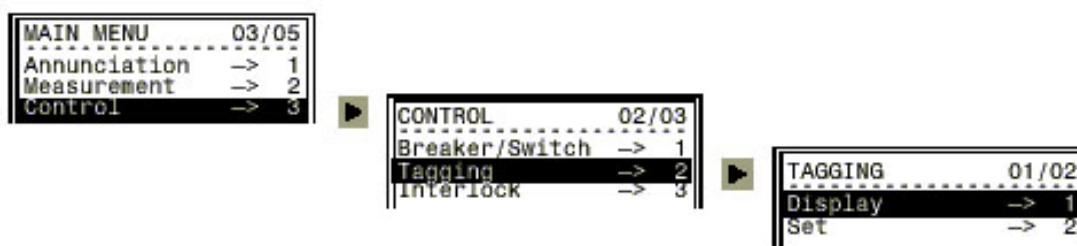

Рисунок 4-11 Установка маркирования через человек – машинный интерфейс.
- Состояние маркирования можно просмотреть используя человек – машинный интерфейс. **Main Menu -> Control -> Tagging -> Display** (Рисунок 4-11).